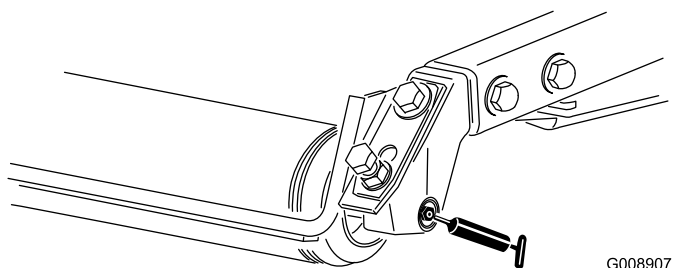

Рисунок 48
- Задние роликподшипники (по 2 шт. на режущий блок)—Рисунок 48